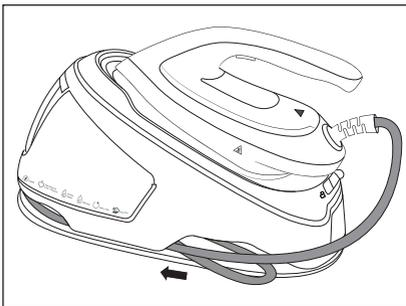

Fig. 9
- 5) Réunissez le flexible d'alimentation **16** au centre et poussez-le dans le compartiment de rangement **8** sur l'appareil (voir fig. 9).